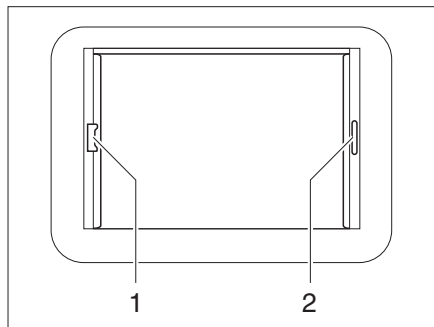

Fig. 49 Claraboya Heki, bloqueo de la persiana
- Tirar del asidero (Fig. 49,2) del estor plegable y soltarlo en la posición deseada. El estor plegable se queda fijo en esta posición.
- Tirar del asidero (Fig. 49,1) de la mosquitera enrollable hacia el asidero opuesto del estor plegable (Fig. 49,2) y hacerlos engatillar.
- Presionar el tirador de la mosquitera enrollable por la parte de atrás hacia arriba y desengancharla del estor plegable (Fig. 49,2).